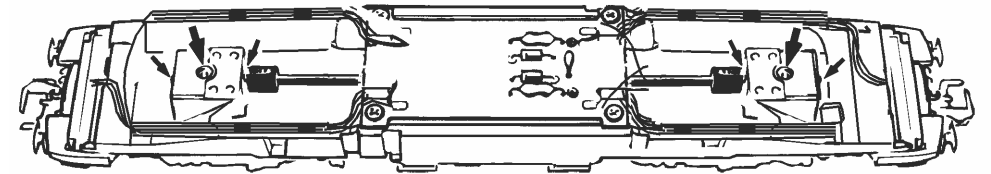

Fig. 9
siehe Fig. 9
Version en courant alternatif: voir fig. 9
A.C. operation: see fig. 9